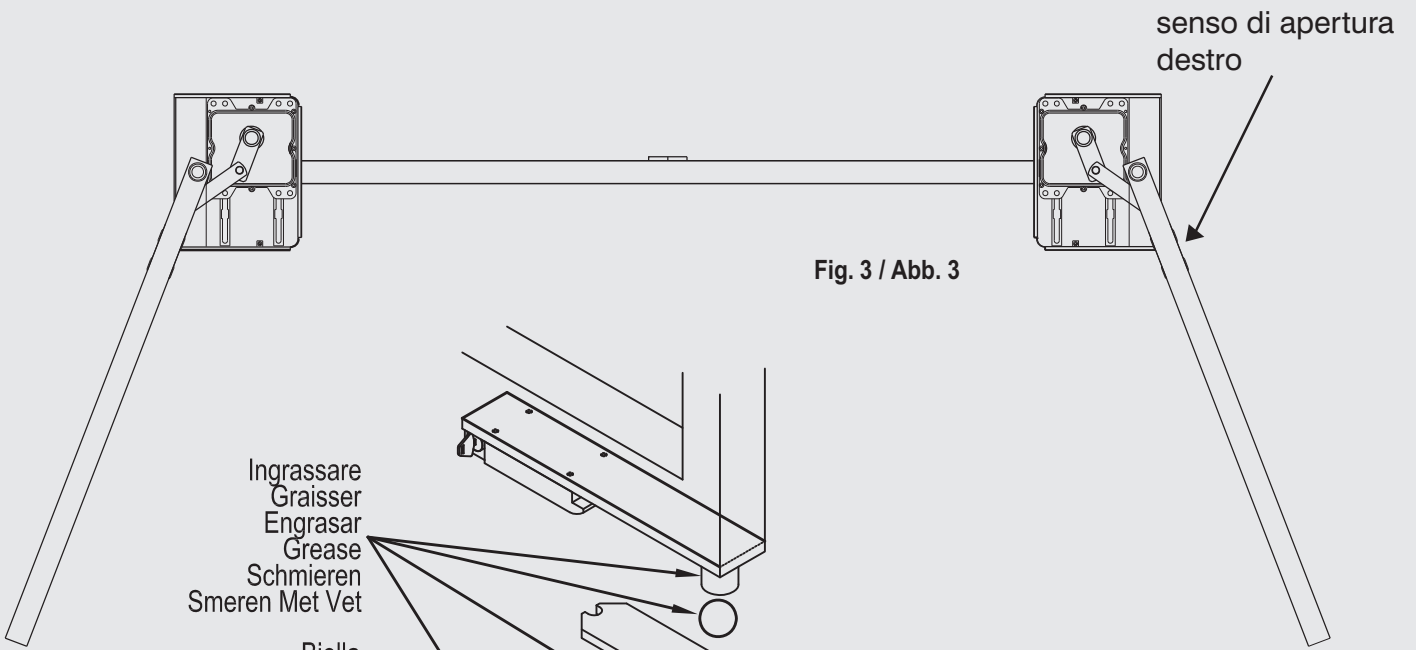

Fig. 3 / Abb. 3
2. Posizionare il motoriduttore nella cassa di fondazione, in funzione del senso di apertura dell'anta. Per senso di apertura destro si intende quando il motoriduttore viene montato alla destra della luce di passaggio (vista dall'interno). (fig. 3)
2. Positionner le moto-réducteur dans la caisse de fondation selon le sens d'ouverture du vantail. L'expression "côté droit d'ouverture" indique que le moto-réducteur est monté à droite de l'ouverture de passage (vue de l'intérieur). (fig. 3)
2. Colocar el motorreductor en la caja de cimentación, en función del sentido de apertura de la hoja. Por sentido de apertura derecho se entiende cuando el motorreductor se monta a la derecha del espacio para pasar (visto desde dentro). (fig. 3)
2. Place the gearmotor in the foundation box in relation to the direction of opening of the gate. Direction of opening to the right means when the gearmotor is installed to the right of the gate aperture (seen from inside). (fig.3)
2. Den Getriebemotor in dem Fundamentskasten entsprechend der Öffnungsrichtung des Torflügels positionieren. Die Öffnungsrichtung nach rechts bedeutet, daß der Getriebemotor rechts von der Durchgangsweite montiert wird (von innen gesehen). (Abb.3)
2. Plaats de motorreductor in de funderingskast al naar gelang de openingsrichting van de poortvleugel. Met openingsrichting aan de rechterkant wordt bedoeld dat de motorreductor aan de rechterkant van de doorgangsoening (van binnen uit gezien) gemonteerd wordt. (fig.3)